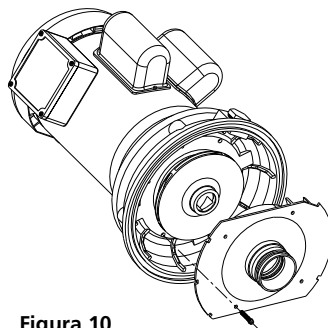

Figura 10
La bomba y las tuberías no tienen que ser desconectados para reparar o sustituir el motor o sello (Ver figura 10). Si el motor se sustituye, reemplace el sello del eje (Ref.No.13 en la página 10 y Ref.No.16 en la página 11). Mantenga una en la mano para uso futuro. Asegúrese de cebar la bomba antes de comenzar.
1. Retire los cuatro tornillos de fijación del difusor para sellar plato y se remueve difusor (Ver Figura 10). El impulsor expuesto ahora se puede limpiar.